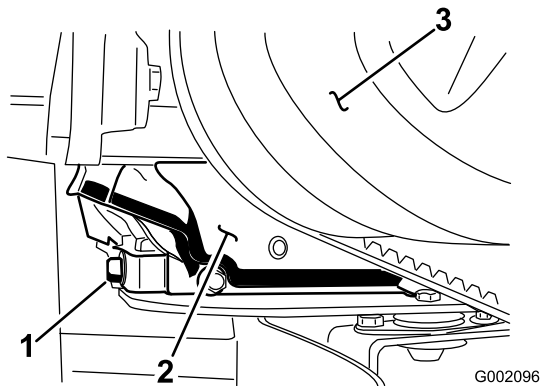

Figura 40
5. Coloque un recipiente con capacidad de 1,5 litros debajo del tapón de vaciado (Figura 40).
6. Retire el tapón de vaciado (Figura 40).